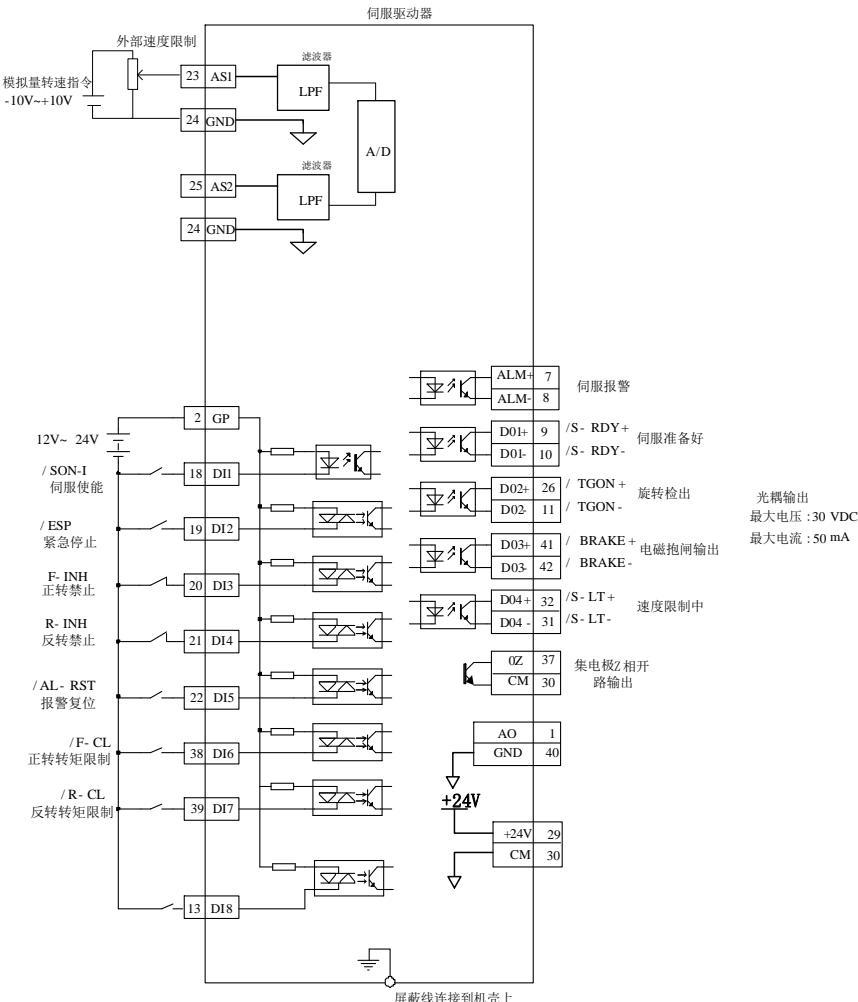
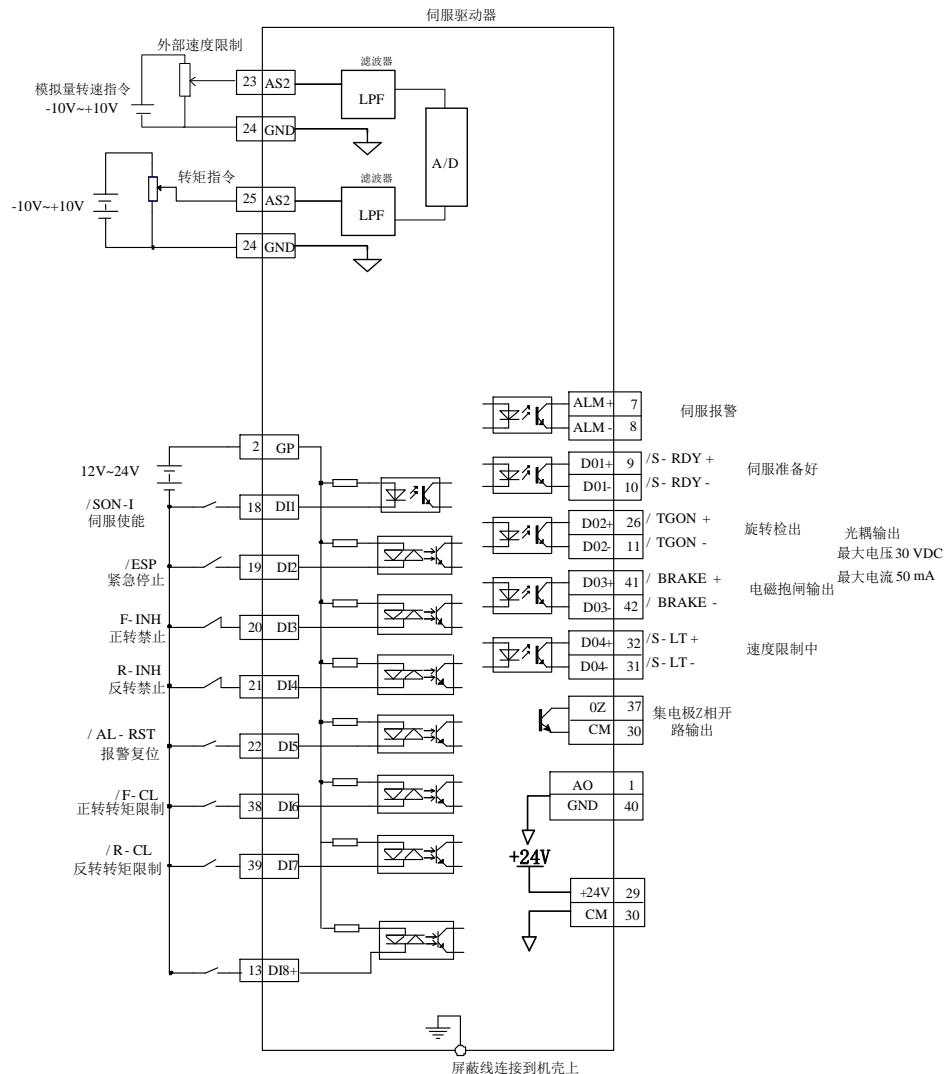

图 6.3.2 内部寄存器转矩模式典型接线图
图 6.3.3 模拟量器转矩模式典型接线图
- ★参考图 6.3.2 或图 6.3.3 的配线说明，进行 DI/DO 信号的连线；